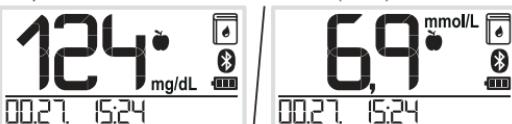
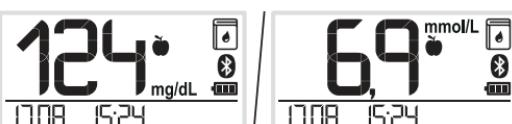

Bild 1
Bild 2
- 2 Der hinterlegte Messwert mit Messeinheit, Uhrzeit,  , evtl. vorhandener Messwert-Markierung wird zusammen mit der Speicherplatznummer kurz angezeigt (Bild 1). Danach wird die Anzeige der Speicherplatznummer durch das Datum ersetzt (Bild 2).